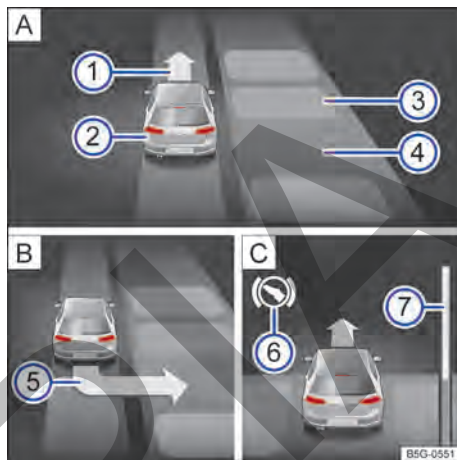

Fig. 106 En el display del instrumento combinado: estacionar lado a lado. **A** Buscar una plaza de estacionamiento. **B** Posición para estacionar. **C** Maniobrar.
- Estacionar cuando aparezca en el display del instrumento combinado la indicación de estacionamiento → fig. 106 **5** → pág. 136.
Leyenda de la → fig. 106 (modo de estacionamiento de lado a lado con marcha atrás):
- Frenar cuando suene una alarma acústica que indica el cambio de dirección, se enciende la flecha → fig. 106 ① A, se enciende el símbolo blanco S o se muestra un mensaje.